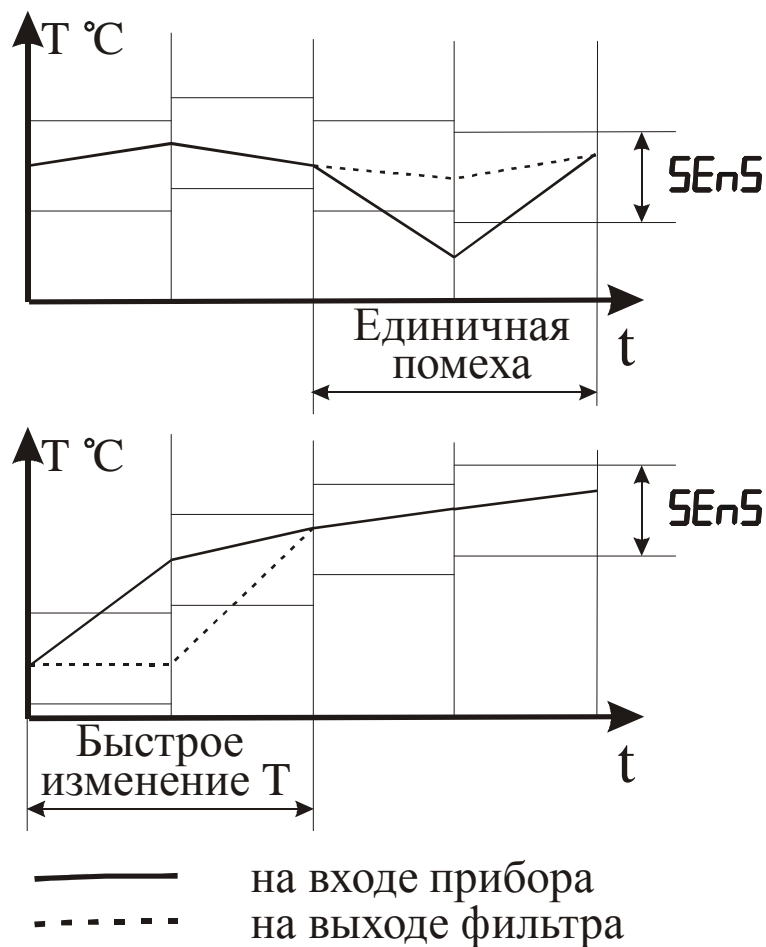

Рисунок 3.10 – Работа фильтра при воздействии случай-ной помехи и быстром изменении сигнала
3.3.3.7 С целью уменьшения влияния случайных импульсных помех на показания в прибор введена цифровая фильтрация. Работа фильтра описывается параметром "Полоса фильтра". Если текущее значение температуры отличается от результатов предыдущего измерения на значение, которое превышает указанное в параметре "Полоса фильтра", то проводится повторное измерение температуры, а на индикаторе остается старое значение (см. рисунок 3.10).